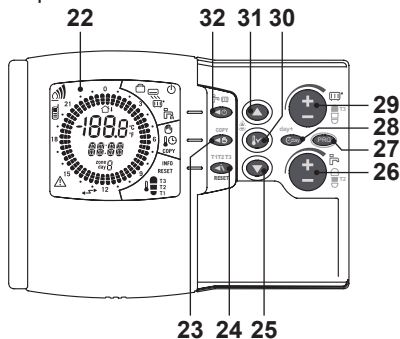
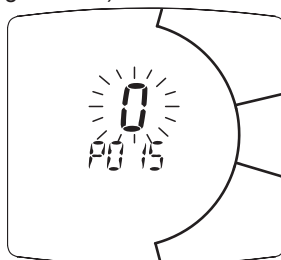
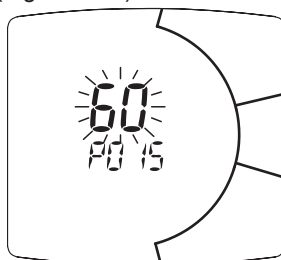

Figura 5.38
Figura 5.41
Figura 5.42
- Scorrere i vari parametri utilizzando il tasto 26 in Figura 5.38 fino a far apparire sul display LCD le lettere **P015** con sopra il relativo valore del parametro **0** che lampeggia, indicando l'entrata nel "parametro 15" (Figura 5.41).
- Modificare il SET programmato agendo sul pulsante 29 in Figura 5.38 fino a visualizzare un **set di 60**, aspettare che il numero programmato cominci a lampeggiare (Figura 5.42).